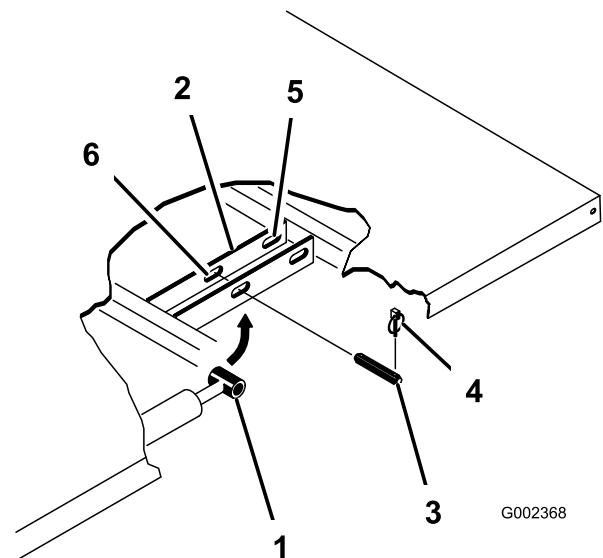

Figura 3
4. Rimuovete le coppiglie ad anello dalle estremità esterne dei perni con testa dell'asta del cilindro (Figura 3).
5. Rimuovete i perni con testa che fissano le estremità dell'asta del cilindro alle piastre di fissaggio del pianale, premendoli verso l'interno (Figura 3).